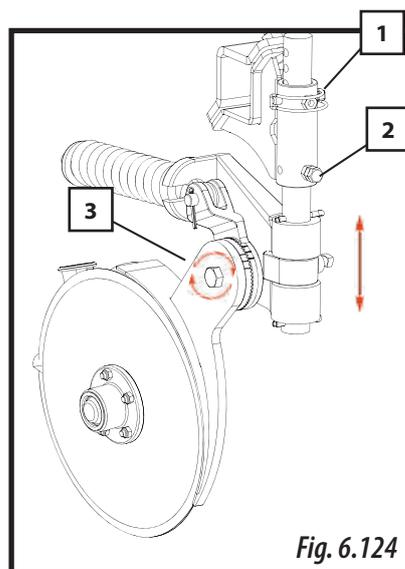

Fig. 6.124
- 1- Sacar el pasador (1, Fig. 6.124).
- 2- Aflojar el tornillo (2, Fig. 6.124).
- 4- Posicionar el pasador en el agujero deseado para fijar la posición (1, Fig. 6.124).
- 5- Para finalizar, bloquear el vástago con el tornillo y la contratuerca (2, Fig. 6.124).
- 1- Aflojar el tornillo de sujeción de los discos (3, Fig. 6.124).
- 3- Fijar el tornillo de fijación (3, Fig. 6.124).